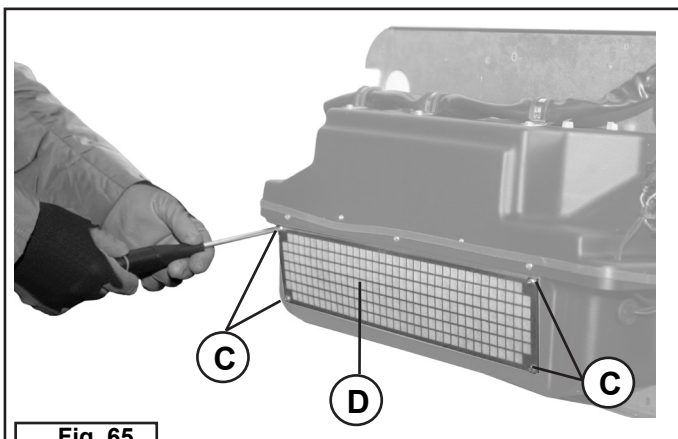

Fig. 65
6	Svitare e togliere le 4 viti autofilettanti (C) di bloccaggio filtro fig. 65.